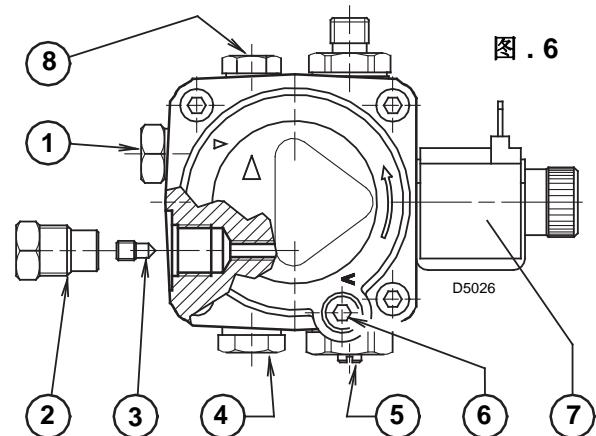
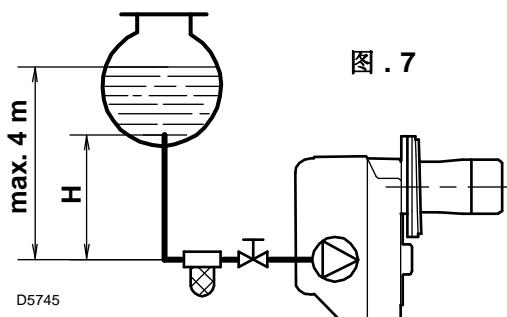

图.6
图.7
■ 设计时泵是按双管运行的。如单管运行，须拧下回油螺钉(2)，移开旁路螺钉(3)后再拧紧螺钉(2)。(参见图.6)。
在图.7所示系统中，松开油压表接口螺钉(5, 图.6)直到有油流出就可以了。
要改变压力时调整压力调节螺钉 (4, 图 . 6, P 4).